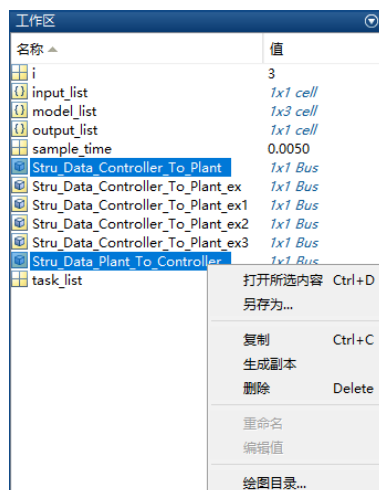

图 7.2: 工作空间中的总线数据定义
- 在 MATLAB 的工作空间 (Workspace) 中，将生成的总线 (Bus) 定义备份，如图 7.2。